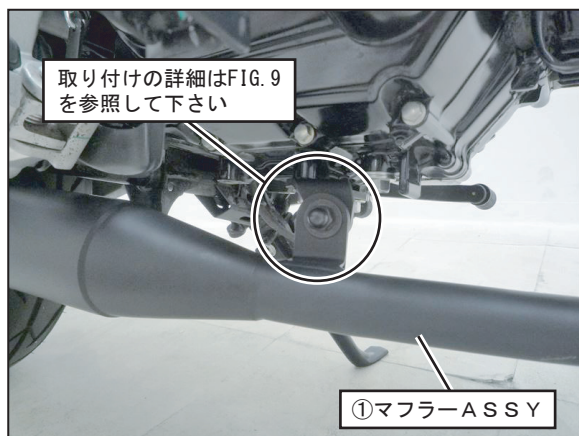

FIG. 8
7. ①マフラーASSY前側のステーを手順4で取り付け、②エキゾーストパイプステーに⑥六角ボルトM8×30(黒)、⑧平ワッシャM8×22(黒)、⑨平ワッシャM8×26(黒)、⑪袋ナットM8(黒)を使用して仮締めして下さい。(FIG. 8, 9参照)